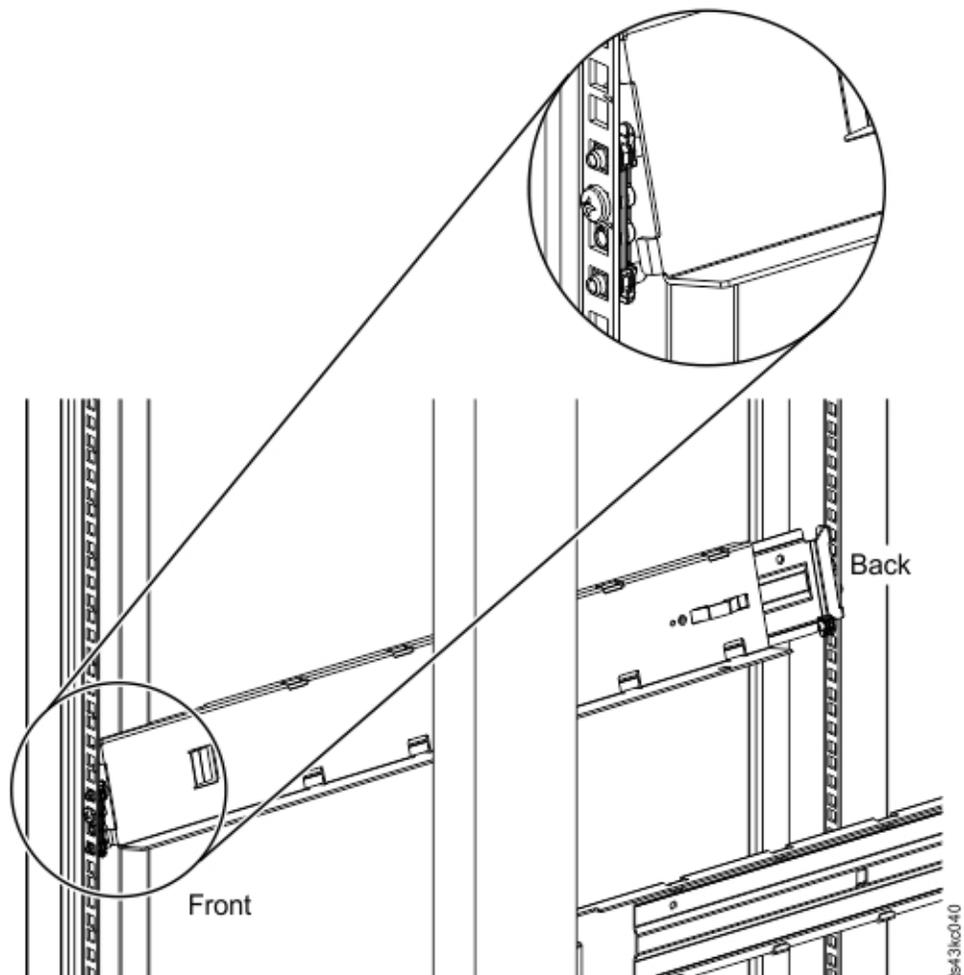

Abbildung 38. Schienen an Anschlüssen anbringen
- d. Bringen Sie die linke Einschubschiene an den Anschlüssen an. Siehe Abbildung 38 auf Seite 52.